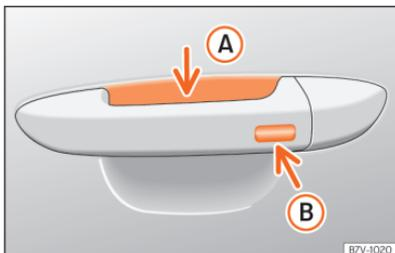

Fig. 68 Manípulo da porta: superfícies sensoras.
»» Fig. 68
- Toque na superfície sensora »» Fig. 68 **B** situada no lado exterior do manípulo da porta. Todos os indicadores de mudança de direção piscam uma vez
- Antes de passarem 5 segundos, toque uma vez no sensor do lado exterior do manípulo da porta »» Fig. 68 **B**. Ao fazê-lo, não agarre o manípulo. O sistema Keyless Access fica desativado temporariamente.
Para **fechar com a função de conforto** todas as janelas elétricas e o teto de vidro, mantenha um dedo durante uns segundos sobre a superfície sensora de bloqueio »» Fig. 68 ⓘ do manípulo da porta até que as janelas e o teto se tenham fechado.